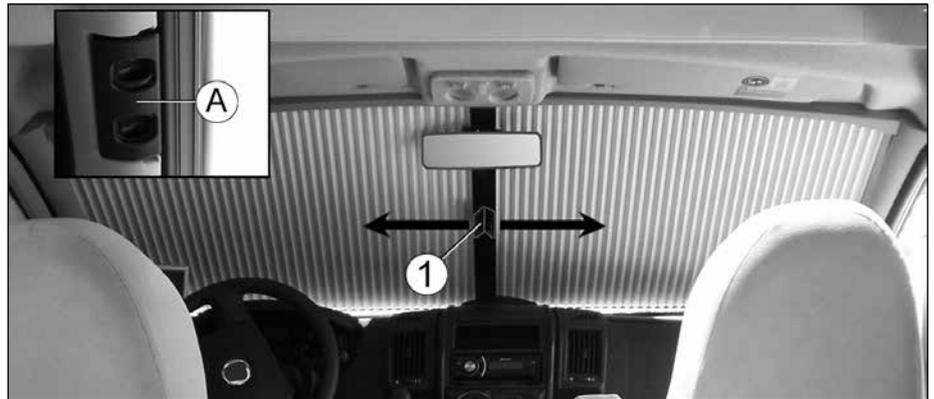

Fig. 65 Store occultant de pare-brise, plissé (modèle T)
- Guider le store occultant avec la poignée (Fig. 65, pos. 1) dans le sens de la flèche (←/→) jusqu'à ce que la poignée encliquette.
1. Saisir avec les deux doigts dans les creux de la poignée (Fig. 65, pos. A) et déverrouiller la poignée en appuyant dessus (Fig. 65, pos. 1).
2. Guider le store occultant avec la poignée (Fig. 65, pos. 1) dans le sens de la flèche (→/←) et le fermer. Accoupler les baguettes aimantées.
1. Saisir avec les deux doigts dans les creux de la poignée (Fig. 65, pos. A) et déverrouiller la poignée en appuyant dessus (Fig. 66, pos. 1).